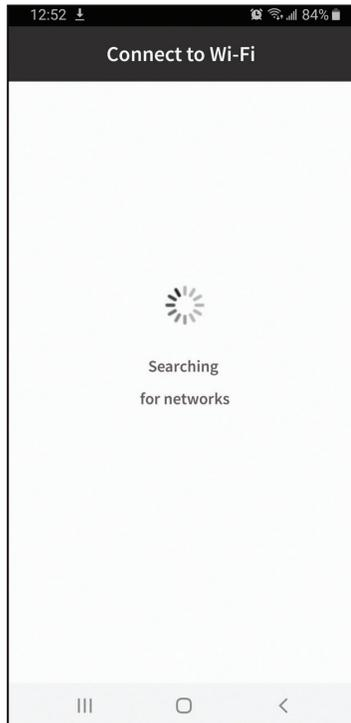

Fig. 7
6. Sélectionnez le wifi souhaité et connectez-vous en entrant le mot de passe wifi de votre domicile. (**Fig. 7 & 8**).